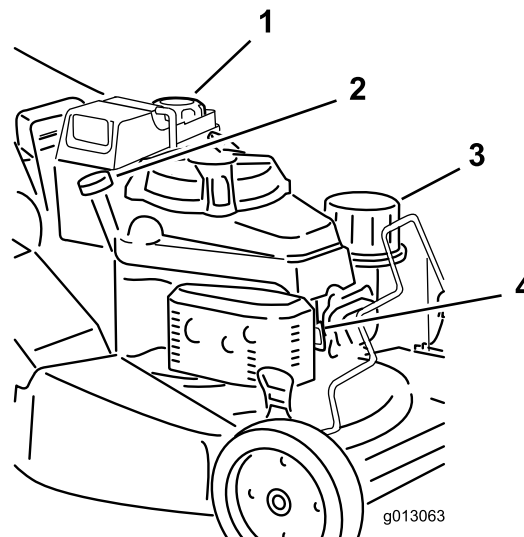

Figure 13
1. Nettoyez la surface autour du bouchon du réservoir de carburant et enlevez le bouchon (Figure 13).
1. Branchez la bougie (Figure 13).